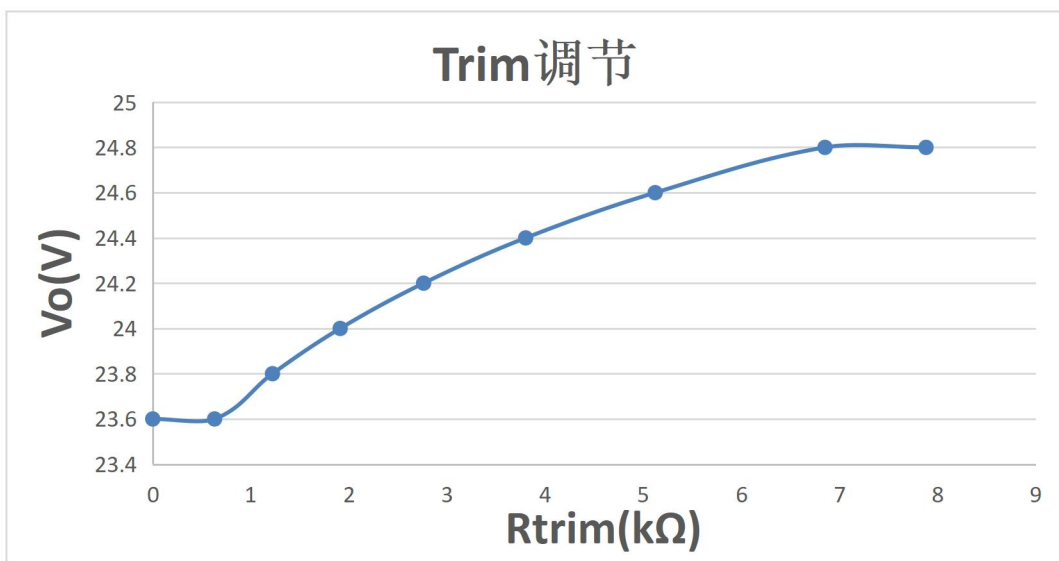

图 9 输出电压与 Rtrim 的对应曲线图
- 优先选用 TRIM 调节:如图 8, R_{trim} 在 0.63K-到 6.85K 之间取值,对应是输出电压为 23.6 到 24.8V; R_{trim} 的值在 0 到 0.63K 时,输出电压为 23.6V; R_{trim} 在 6.85K-到 8K 时,输出电压为 24.8V, TRIM 脚悬空,模块默认输出 24V. 输出电压调节曲线参考图 9。